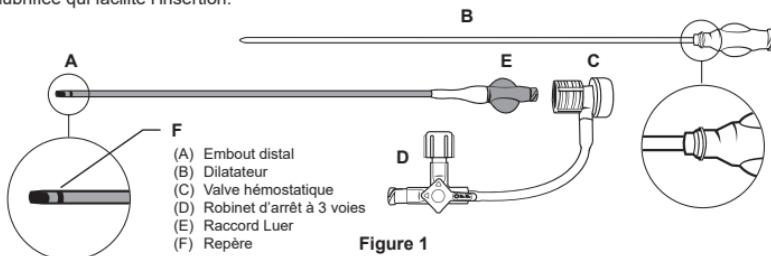
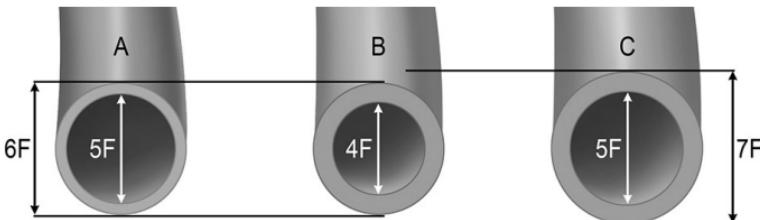

Figure 1
Figure 2 : Conception à paroi fine (A) de la gaine 5 F HALO ONE™ par rapport à une gaine standard 4 F (B) et 5 F (C)
La gaine-guide à paroi fine HALO ONE™ se compose d'une gaine tubulaire à paroi fine (jusqu'à 1 F de réduction du diamètre interne en comparaison avec les gaines standard présentant une taille French équivalente) tressée et à une seule lumière, munie d'un raccord Luer femelle à l'extrémité proximale et d'un embout distal atraumatique formé (A) (Figure 1). La conception à paroi fine réduit l'épaisseur de la paroi de la gaine, contribuant ainsi à faciliter l'accès intravasculaire depuis les sites d'accès, y compris notamment radial, fémoral, tibial et pédiat. (Figure 2).